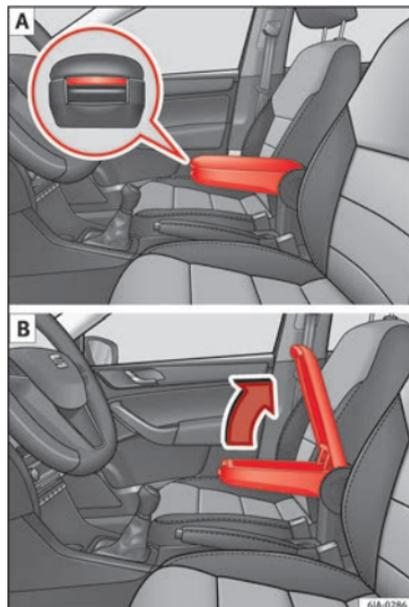

Fig. 144 Apoyabrazos/abrir y cerrar el portaobjetos.
- Pulse la tecla situada en la parte delantera del apoyabrazos » fig. 144 - [A].
- Levante la tapa del guardaobjetos hacia arriba » fig. 144 - [B].